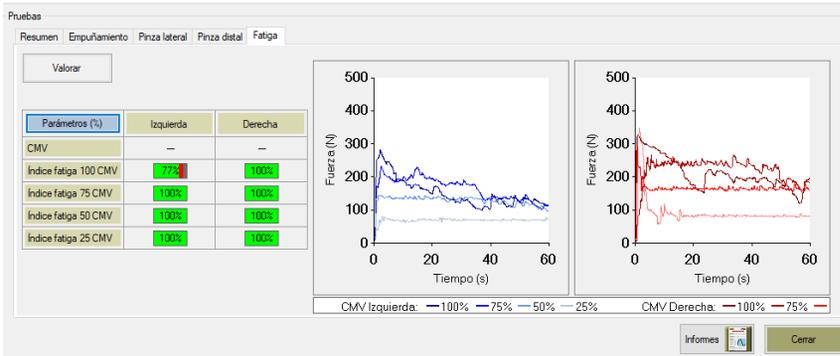

Figura 62. Pestaña Fatiga. Resultados Parámetros porcentajes de normalidad y gráficas.
En la **tabla** de la izquierda se muestran el valor de fuerza máxima realizada (CMV) con cada mano y los índices de fatiga para cada uno de los porcentajes de fuerza realizados. Los resultados de esta tabla se pueden visualizar en números (expresan en valores absolutos (N) y porcentuales (%)) o en porcentajes de normalidad (%) (Figura 62) seleccionando el botón superior izquierdo de la tabla **"Parámetros (Núm.)"**.